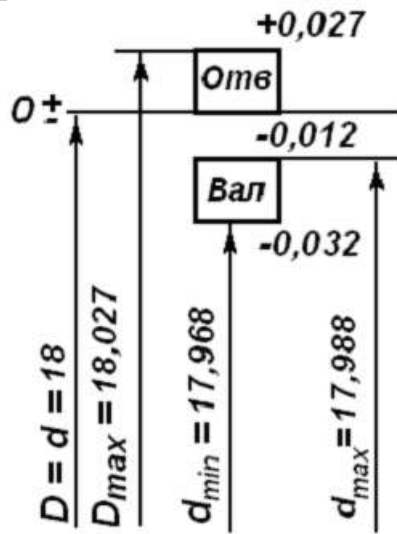

Рис. 1.8
54. За наведеною схемою полів допусків отвору і вала (рис. 1.8) знайти граничні значення зазорів S_{max} і S_{min} або натягів N_{max} і N_{min} і допуск посадки $ТП$.